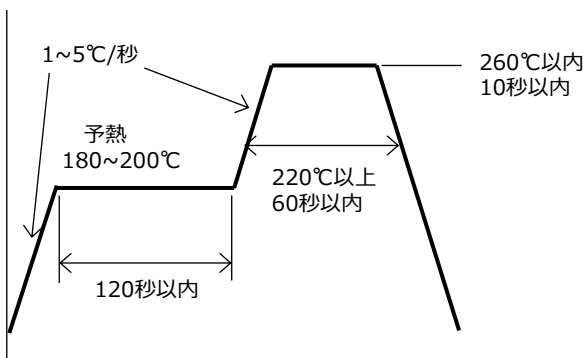

図9. リフロー推奨条件
- ①リフローによるはんだ付けは、2回までとしてください。
- ②リフロープロファイルは図9の条件を参考に、ご使用になるはんだペーストの推奨条件に合わせてください。
- ③ピーク温度からの冷却温度勾配は、急冷却を避けてください。
- ④大気リフローの場合、リフロー時の熱や雰囲気の影響により、光学的劣化を起すことがあります。リフローに際しては、窒素リフローを推奨します。
- ⑤はんだ接合部のポイド量は、最終製品の信頼性(はんだクラック等)に影響を及ぼします。ポイド量が多い場合は、リフロープロファイルの調整によりポイド低減を図ってください。